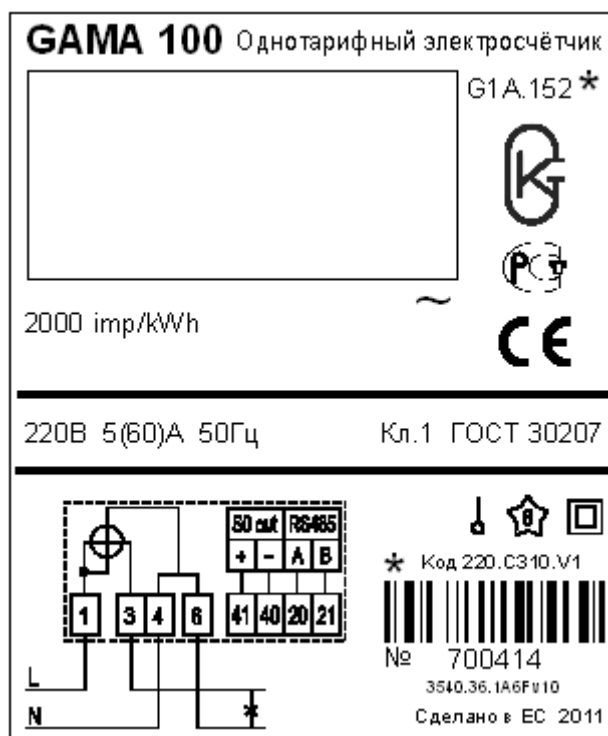
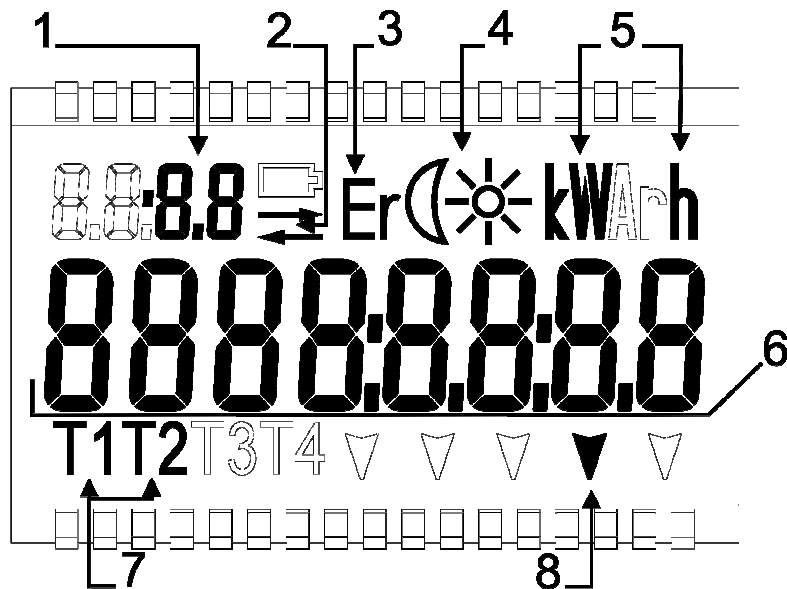
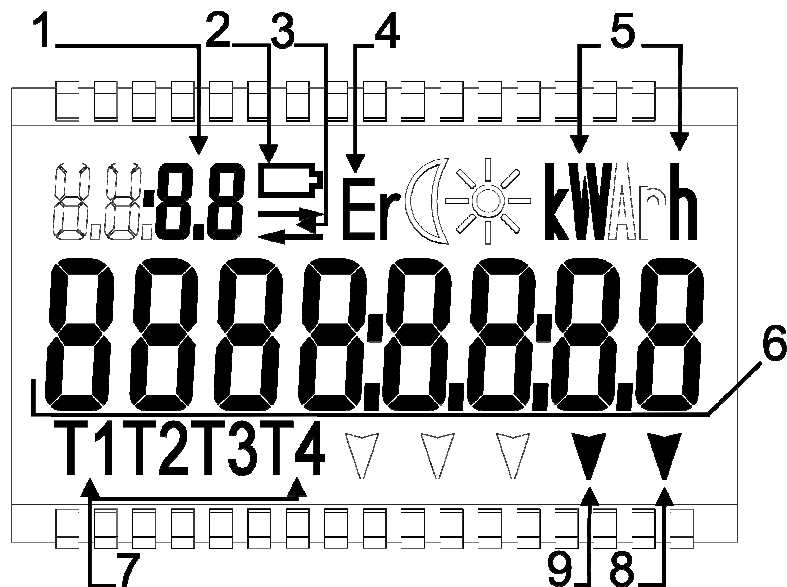

Рис. 4-9 Щиток счетчика G1A (однотарифный счетчик)
Рис. 4-10 Сегменты и поля жидкокристаллического индикатора счетчика G1E
Рис. 4-11 Сегменты и поля жидкокристаллического индикатора счетчика G1A
**Примечание:** Для того чтобы определить различия однотарифного счетчика G1A от многотарифного и привлечь внимание пользователя к типу счетчика, в строчке кода заказа однотарифных счетчиков G1A добавлен дополнительный символ "\*" (например, G1A.152\*). Кроме того на щитке счетчика напечатан дополнительный информационный текст "Однотарифный электросчетчик" (см. рис. 4-9).
На жидкокристаллическом индикаторе счетчика G1E ( $\geq 22\text{mm} \times 45\text{mm}$ ) имеются 93 управляемых сегмента (Рис. 4-10), однако не все из них используются. Жидкокристаллический индикатор позволяет отображать значение накопленной активной энергии до двух тарифов и информировать о функционировании счетчика. Расположение сегментов на индикаторе показано на Рис. 4-9, они обозначены более темным цветом. Жидкокристаллический индикатор счетчика G1E (Рис. 4-9) можно разделить на поля (поле состоит из одного или нескольких сегментов):
На жидкокристаллическом индикаторе счетчика G1A ( $\geq 22\text{mm} \times 45\text{mm}$ ) имеются 94 управляемых сегмента (Рис. 4-11), однако не все из них используются. Жидкокристаллический индикатор позволяет отображать значение накопленной активной энергии до четырех тарифов и информировать о функционировании счетчика. Расположение сегментов на индикаторе показано на Рис. 4-10, они обозначены более темным цветом. Жидкокристаллический индикатор счетчика G1A (Рис. 4-11) можно разделить на поля (поле состоит из одного или нескольких сегментов):